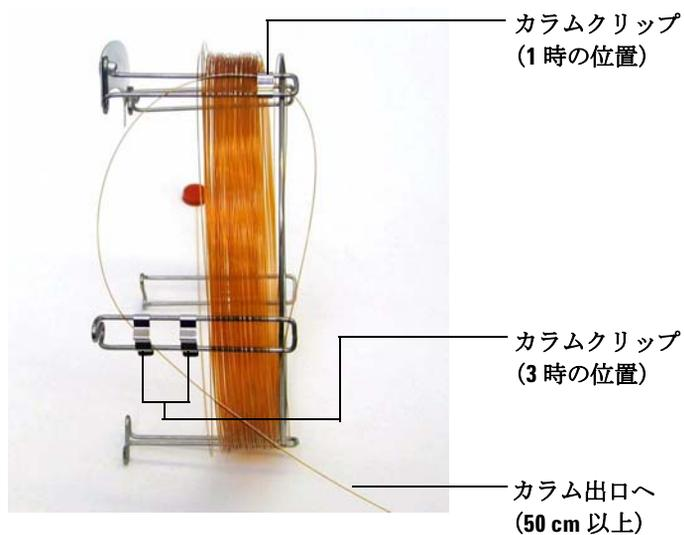

図6 3時の位置から通したカラム
- 次にカラム出口がカラムケージの後方に来るように、3時の位置にあるクリップからカラム出口を通します。2個のクリップの間にあるカラムの一部がカラムラベル上に伸びていないことを確認します。図6を参照してください。